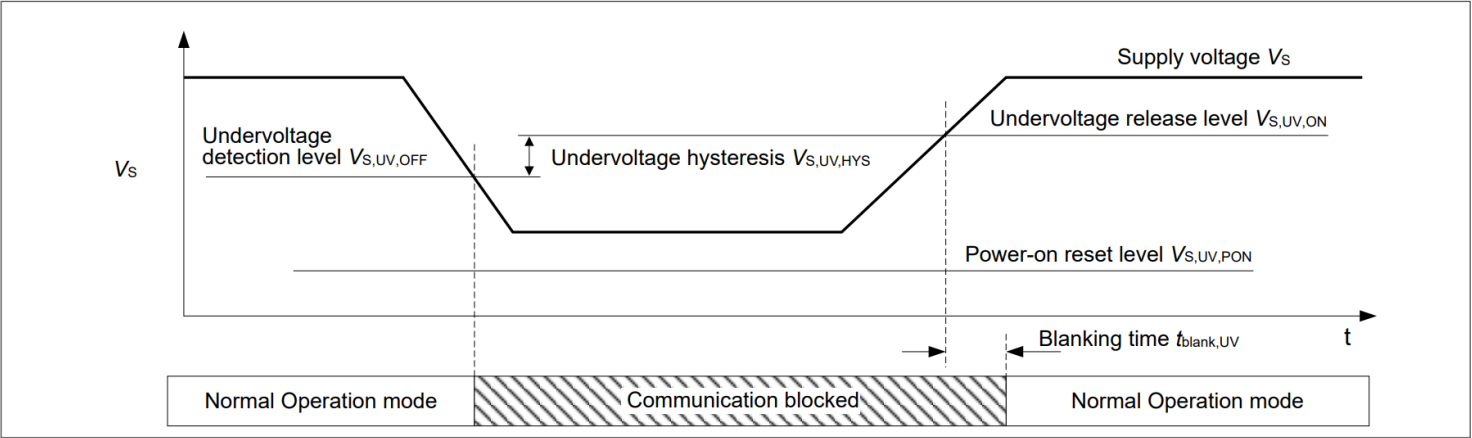

图 11 早期欠压检测
- 在正常运行模式下，在检测到欠压事件时会阻止 LIN 总线与微控制器之间的通信。但是，不会发生模式更改。当 V_S 上升到欠压释放电平 $V_{S,UV,REL}$ 之上后，当 TxD 输入上的信号变“高”时，器件释放总线通信接口。见图11。